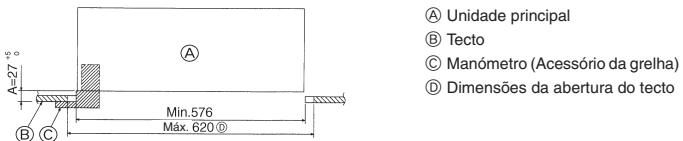

Fig. 2-6
- Se a unidade principal não puder ser alinhada contra o orifício de montagem no tecto, é possível ajustar este orifício com a fenda existente na placa de montagem (Fig. 2-6)